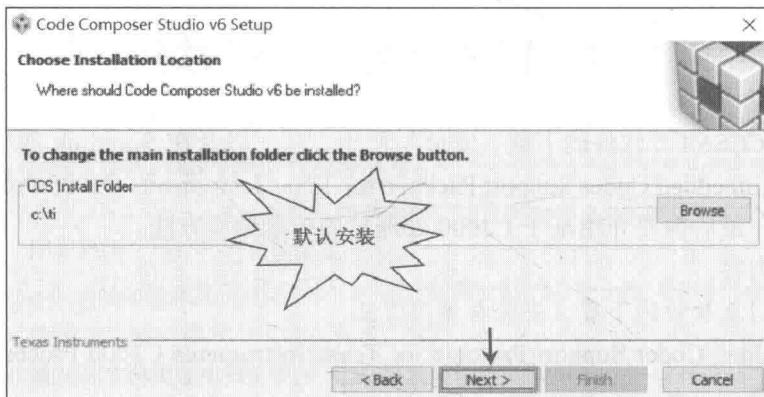
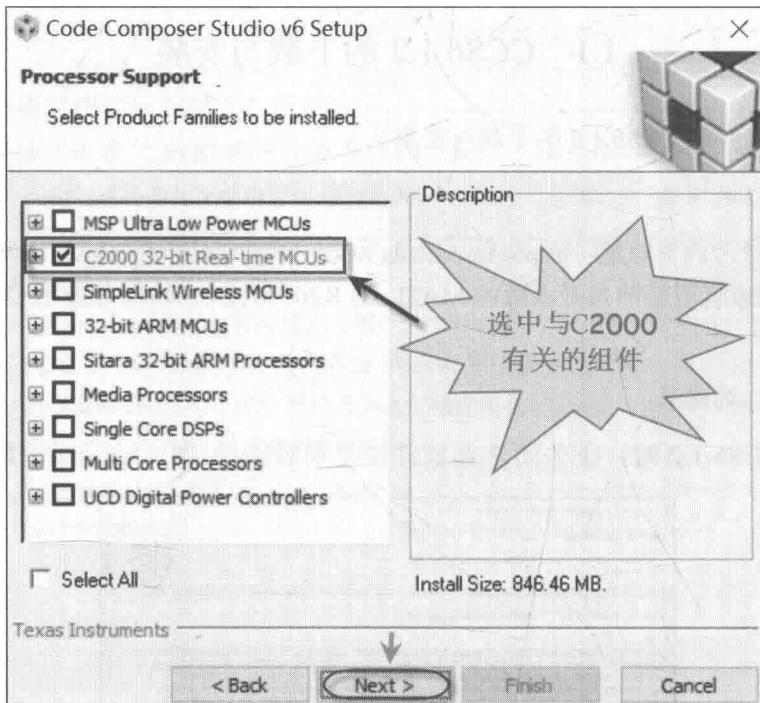

图 1.2 按默认路径安装
图 1.3 选中与 C2000 有关的组件
(图 1.2)；③需手工选中与 C2000 有关的组件(图 1.3)，默认条件下该组件为非选中状态。其他步骤按提示完成安装。